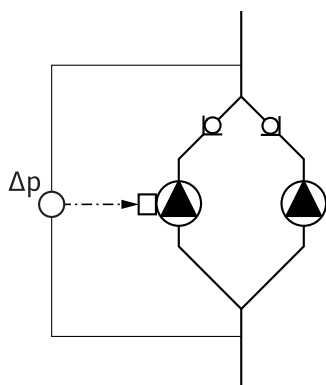

Fig. 13: Exempel, anslutning differens-trycksgivare
- I exemplet i fig. 13 är masterpumpen är den vänstra i flödesriktningen. På den pumpen ansluts differenstrycksgivaren.
Mätpunkterna på masterpumpens differenstrycksgivare måste ligga i sammelnröret på sug- och trycksidan på tvillingpumpanläggningen (fig. 13).